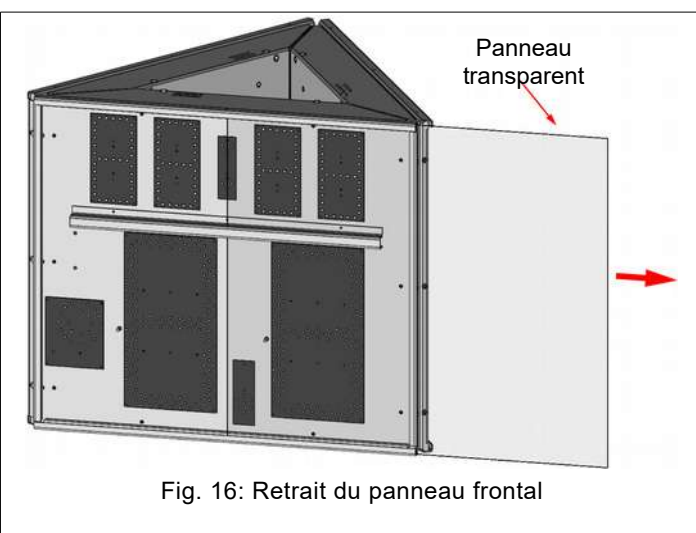

Fig. 16: Retrait du panneau frontal
3. Enlevez le panneau frontal transparent (Fig. 16).